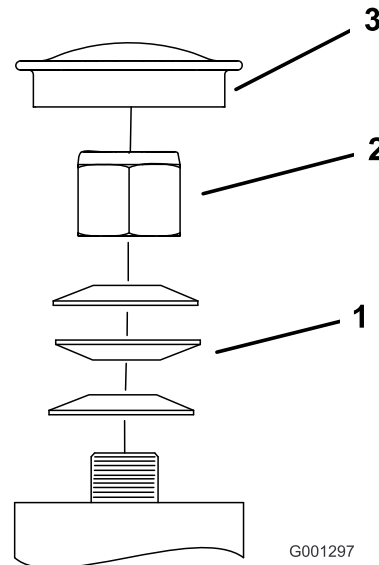
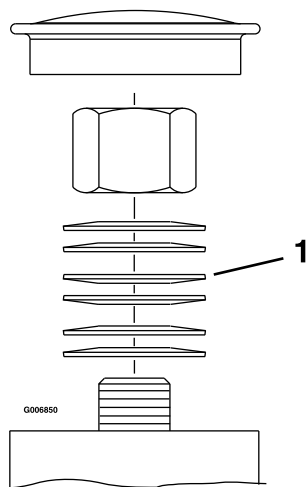

Figura 54
Figura 55
3. Retire a tampa antipoeira da roda giratória e aperte porca de bloqueio até que as anilhas de mola estejam planas e, em seguida, recue 1/4 de volta para aplicar devidamente a pré-carga nos rolamentos (Figura 54 e Figura 55).
Importante: Certifique-se de que as anilhas de mola estão corretamente montadas como apresentado na Figura 54 e Figura 55.